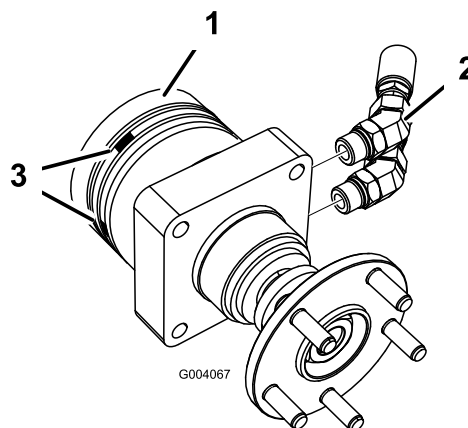

Рисунок 2
4. Установите два 45-градусных гидравлических штуцера на каждый привод колеса в сборе (Рисунок 2). Расположите штуцеры так, чтобы они были направлены строго назад.